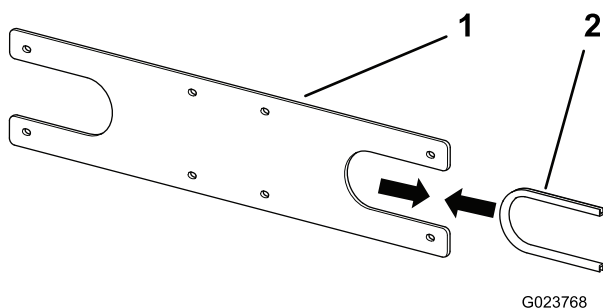

Figura 4
- Instale la moldura en la placa de extremo (Figura 4) donde la manguera pasa a través de la base.